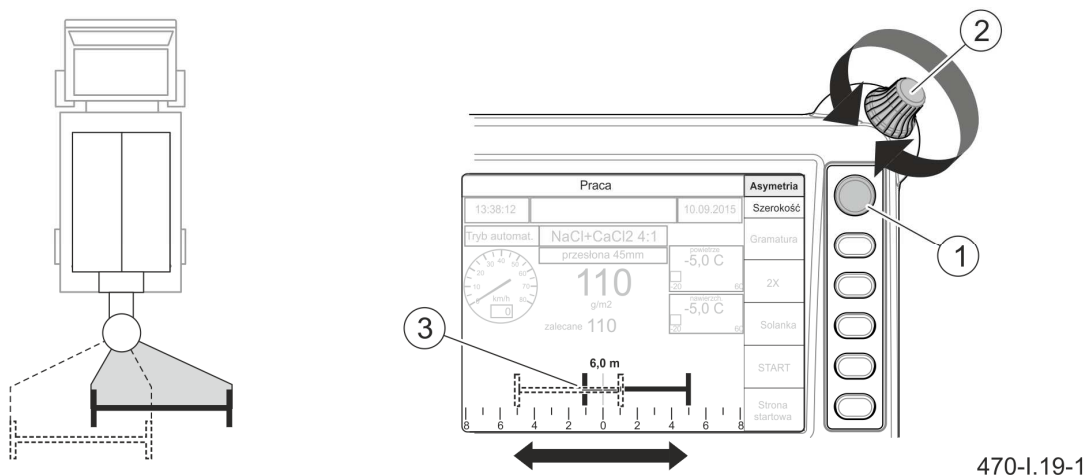

РИСУНОК 4.20Зміна асиметрії розкидання
Щоб змінити асиметрію розкидання, на сторінці «Робота» кнопкою (1) виділити поле «Асиметрія». Повертаючи ручку (2), змінити поточну ширину внесення вправо або вліво (РИСУНОК 4.20).
Наприклад (РИСУНОК 4.20) для ширини розкидання 6 м асиметрію розкидання встановлювали праворуч.